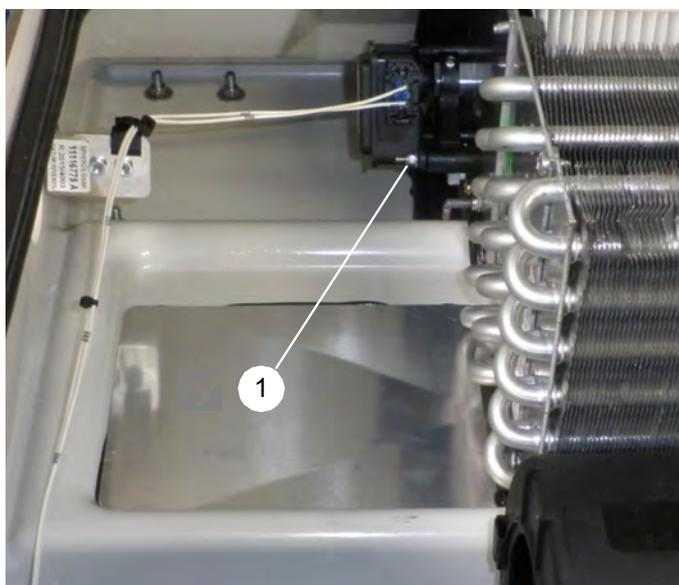

Abb. 907
- 3 Muttern, welche den Klappenmotor befestigen, entfernen und Klappenmotor herausnehmen (1, Abb. 907).
- Motor in Einbaulage bringen und mit 3 Muttern (1, Abb. 907) befestigen.